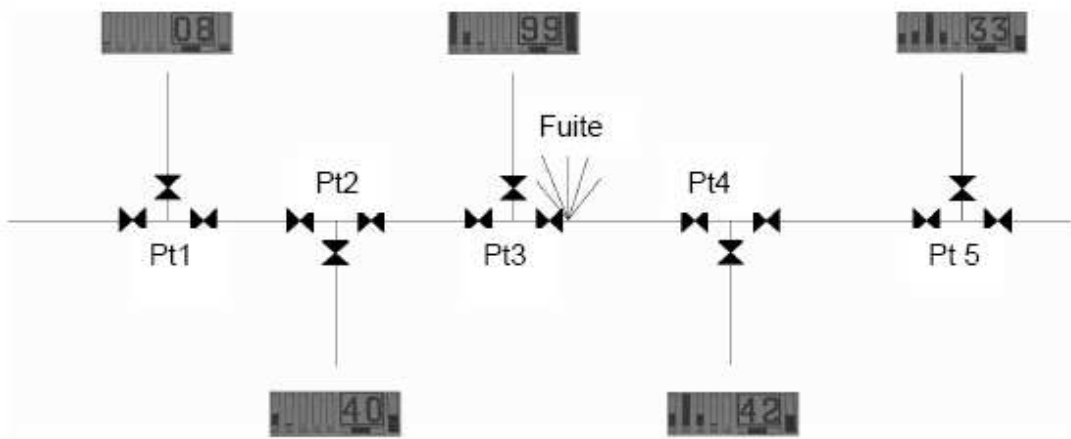

Figure. 2 : Localisation d'une fuite
Afin de localiser une fuite, il faut "écouter" les points de contact accessibles de la portion de la conduite en cause à l'aide de la pointe de détection. Il faut observer si les sons perçus sont provoqués par une fuite – son sourd – ou par un étranglement au niveau de la vanne elle-même – son clair. Ces deux types de bruits peuvent être utilisés pour la localisation d'une fuite, en sachant que les bruits de passage peuvent être également produits par des prélèvements d'eau normaux. La figure 2 montre comment l'observation des valeurs mesurées aux différents points d'écoute de la conduite à vérifier permet de localiser la fuite – dans cet exemple, les points de mesure 3 et 4 présentent les valeurs les plus élevées. La fuite doit donc se trouver entre ces deux points de contact. Dans cette localisation, il faut veiller à ce qu'aucune valeur mesurée ne soit supérieure à la plage d'affichage, afin de mesurer la valeur maximale effective. Si l'on obtient la déviation maximale à l'un des points de mesure, il faut modifier le réglage de l'affichage (5) -p. ex. sur la valeur 40 -, de façon à ce qu'il soit encore possible d'identifier une augmentation. En cas de réduction de la déviation, la portion inspectée doit être mesurée une nouvelle fois, afin de déterminer la véritable augmentation et diminution du volume et d'identifier les deux valeurs maximales.